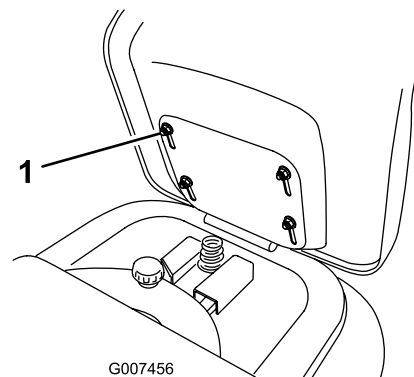

Bild 6
1. Heben Sie den Sitz an und lösen Sie die vier Schrauben (Bild 6).